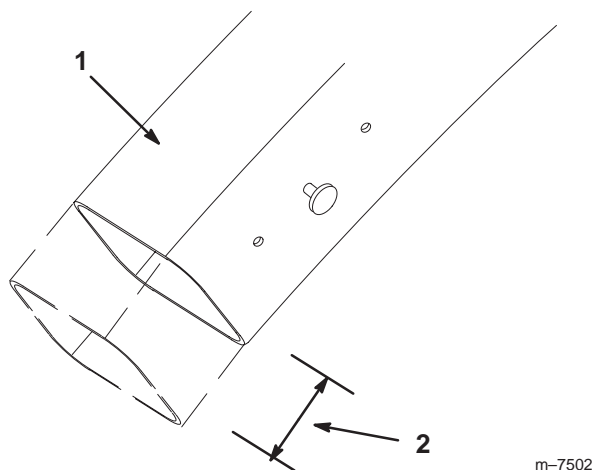

**Figure 14**
5. Montez la charnière du châssis sur le couvercle avec les 2 boulons (1/4 pouce) qui y sont joints. Fixez la charnière avec 2 contre-écrous (1/4 pouce) (Fig. 14).